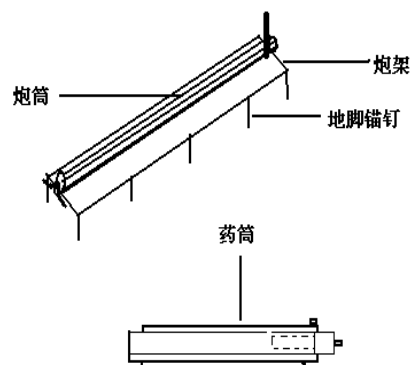

图3 定向爆破震源
3、**定向爆破法**：（见图3）这种装置类似于迫击炮筒，将它固定在地面，炸药在炮筒内爆炸后炮身的后座力使炮架与地面产生强大的剪切力，使地面产生剪切波。这种震源对炮筒内药室的形状有一定的要求，以使爆炸力有较好的集中性与指向性。激振力的大小可由装药量控制，这种震源使用起来也比较麻烦，还存在一定的安全性，所以一般只在深孔波速测试时才使用。